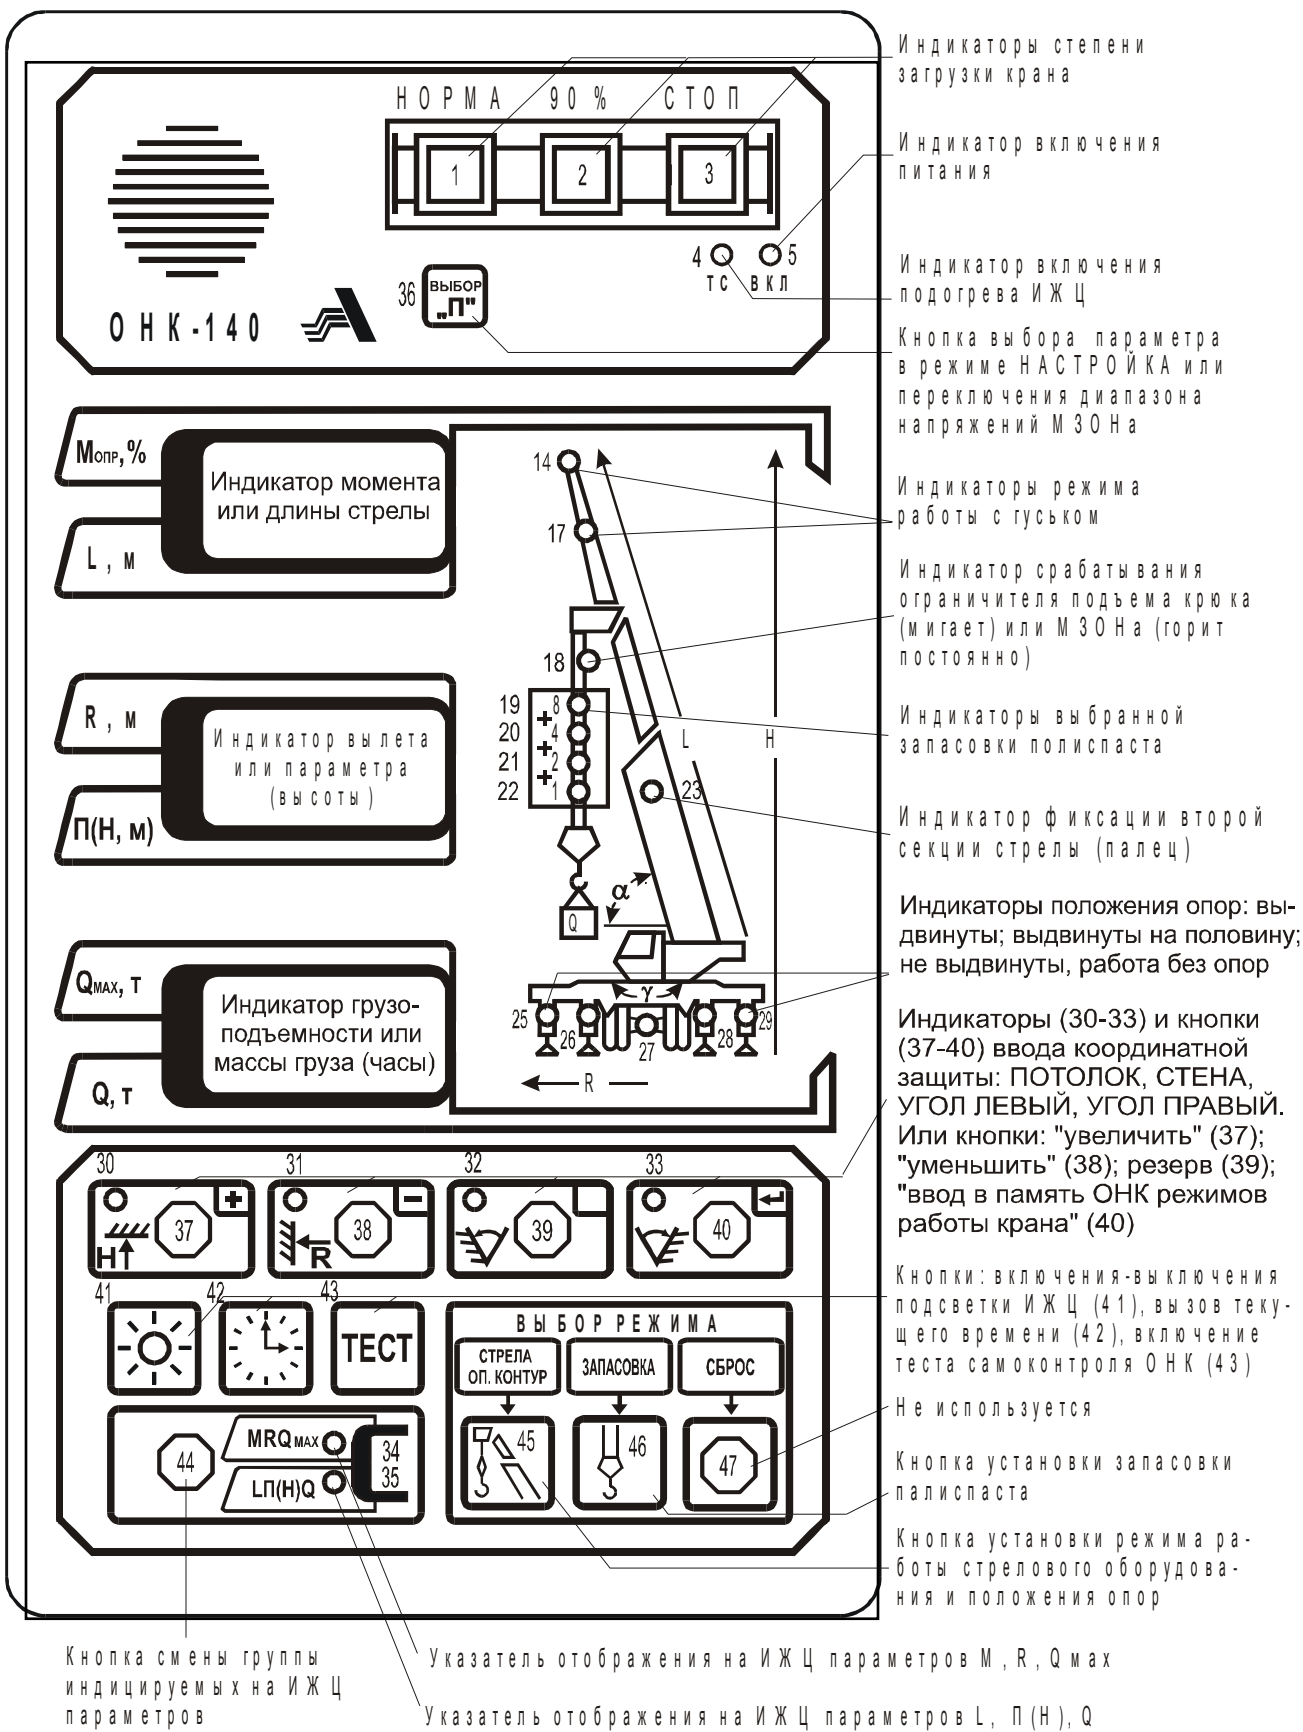

Рисунок 4 - Лицевая панель ОНК
3.2.2 Перед включением ограничителя необходимо изучить назначение элементов индикации и органов управления на передней панели БОДа (см. рисунок 4 и п. 2.1.4).